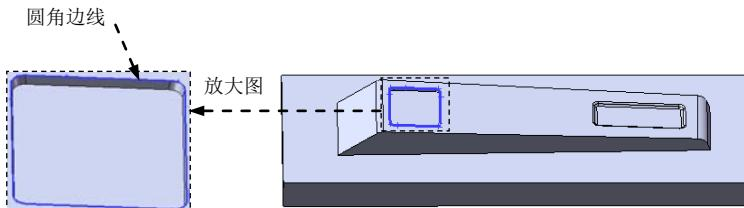

图 12.2.26 圆角边线
(2) 定义圆角类型。采用系统默认的圆角类型。
(3) 定义圆角对象。选取图 12.2.26 所示的边线为要圆角的对象。
(4) 定义圆角的半径。在 **圆角项目(1)** 区域的 文本框中输入圆角半径值 0.8，选取 **切线延伸(G)** 复选框。
(5) 单击 按钮，完成圆角 6 的创建。